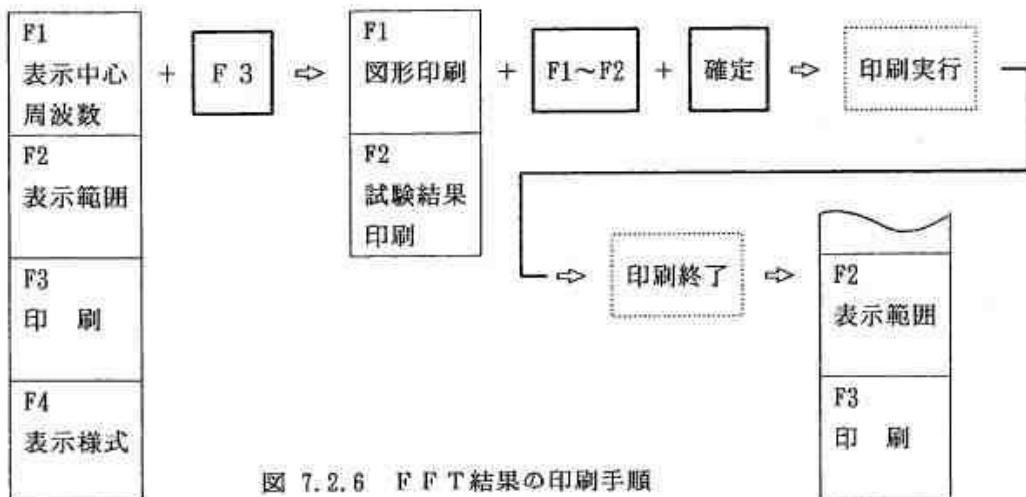

図 7.2.6 FFT結果の印刷手順
⑧ [FFT実行] 次に確定キーを1回押します。周波数分析が実行され、FFT結果が表示されると共に、メニューエリアには表示中心周波数、表示範囲、印刷及び表示様式の選択メニューが表示されます。もし、確定キーを押す前に他の様式を選択する必要が生じた際は、選択キー [F4] 1回押して下さい。再度メニューエリアには表示様式の選択メニューが表示されます。そこで再度⑦の手順で、所定の表示様式を選択して下さい。
⑨ [FFT結果の印刷] FFTの実行に統いて、この周波数分析の結果を印刷するときは、図 7.2.6 のにおいて、選択キー [F3] を1回押します。